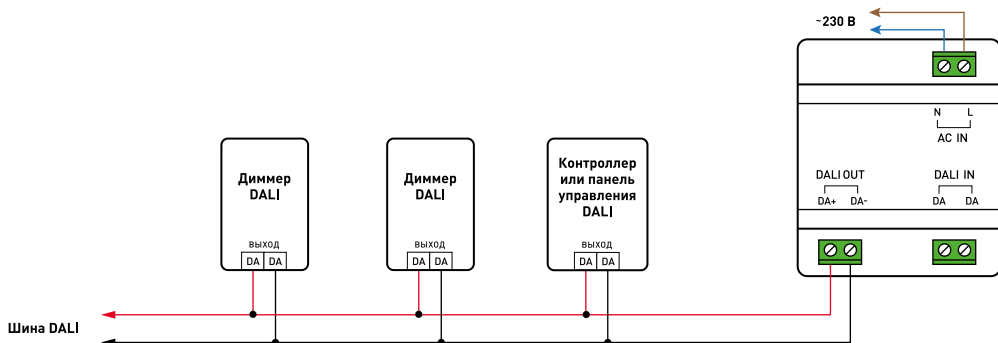

Рис. 1. Схема подключения DALI-302-REP-DIN в качестве блока питания шины
- 3.3. Подключите блок питания согласно одной из схем, представленных на рис. 1 и 2.